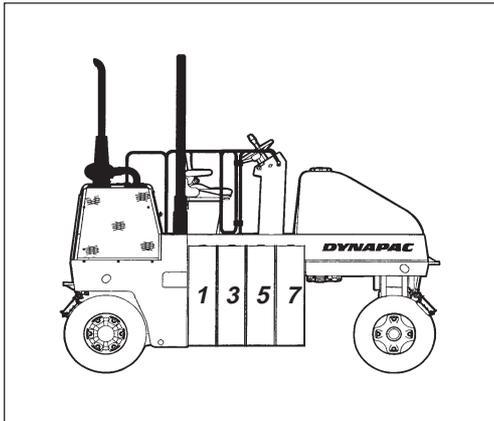

Fig. 12 Lest maxi, 8 caissons
1. Ignorer les caissons de lestage (1) et (2) dans la figure 12 et 13, où les marches supplémentaires seront fixées. Commencer par installer le caisson de lestage (3) puis (4) à leur place respective. Continuer dans l'ordre chronologique, voir l'illustration 13.